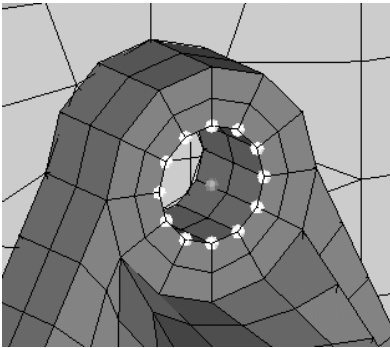
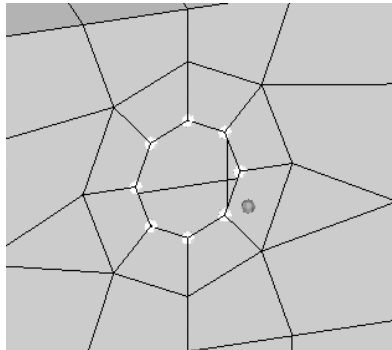

图 10-13 选择独立和依赖节点
图 10-14 选择 cradle 的依赖节点
- (1) 在菜单栏中选择 Mesh > Create > 1D Elements > Rigids。
- (2) 进入 create 子面板。
- (3) 激活 6 个自由度, dof1~dof6, 以便约束*KINEMATIC COUPLING 参考点的 6 个自由度。
- (4) 选择 dependent 为 multiple nodes。
- (5) 激活 independent, 选择前面创建的中心点。
- (6) 激活 dependent 选择螺栓孔的上表面节点, 如图 10-13 所示。
- (7) 在 Model Browser 中右击 bracket 并选择 Hide。
- (8) 在 dependent 中选择节点, 选择围绕 cradle 圆周的节点, 如图 10-14 所示。